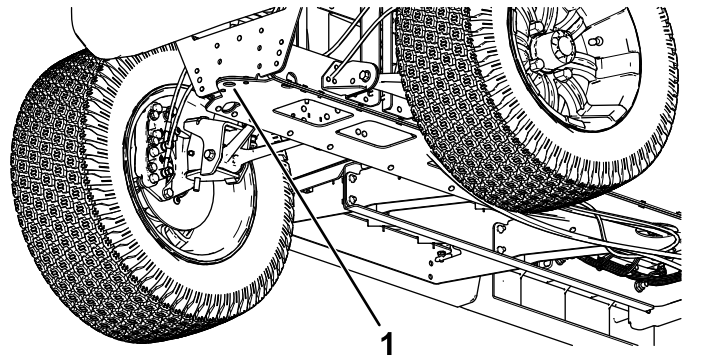

Figure 29
- Le point de levage avant de la machine est situé à l'avant du cadre, derrière la flèche d'attelage (Figure 29).